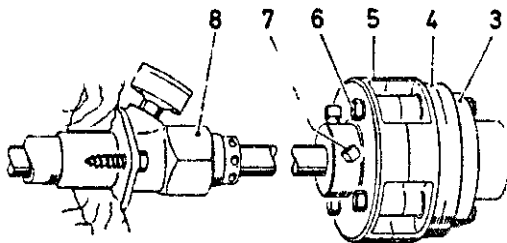

Fig. 9
For trebåter (men også for plastbåter) er det en fordel å kontrollere opprettingen igjen etter at motoren har vært i drift en tid. Dette gjelder særlig nye båter, fordi det viser seg at skrog og fundament forandrer seg litt under bruk. Opprettingen kontrolleres med føleblad mellom flenskoblingen (se fig.) og motorflensen, eller mellom motorflens og overgangsflens (fig. 9, pos. 3 og 4).